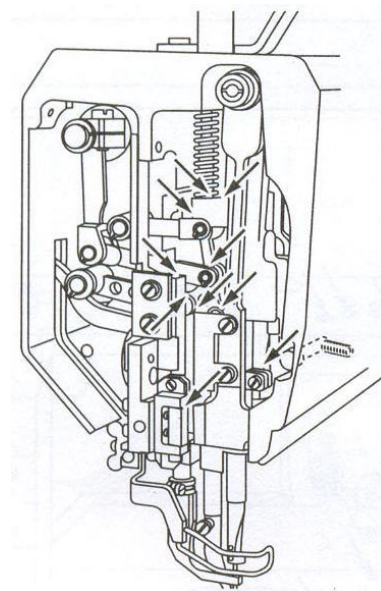

Рис. 9
## 11. Смазка головки машины (Рис. 9)
2. Смазывайте два раза в неделю все движущиеся элементы, указанные на Рис. 9;